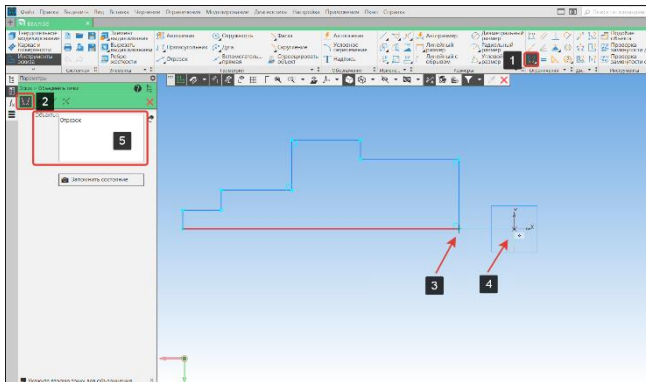

Рисунок 94 – Объединение точек
- Эскиз обязательно необходимо привязать к началу координат. В панели ограничения выберем команду Объединить точки (1) подоперация объединить точки (2) (Рисунок 94);
- Выберем точку на эскизе (3) и точку начала координат (4). Они автоматически объединятся. В окне Объекты (5) отображаются все объекты привязки (Рисунок 94);